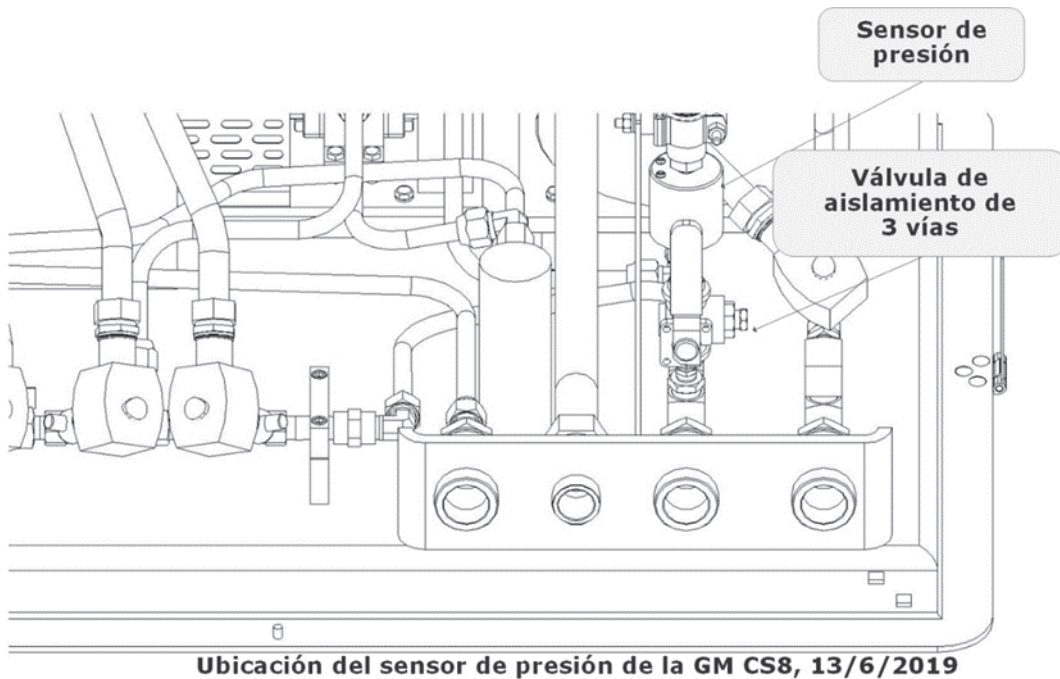

Figura 2-3: Sensor de presión con válvula de aislamiento de 3 vías abierta
- Asegúrese de que la válvula de bola debajo del sensor de presión esté ABIERTA o la manija esté vertical. **Vea la Figura 2-3.**